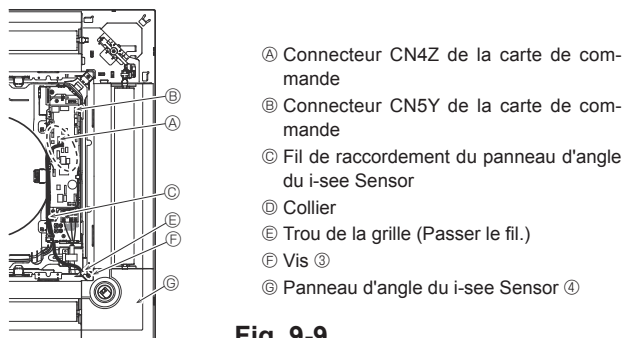
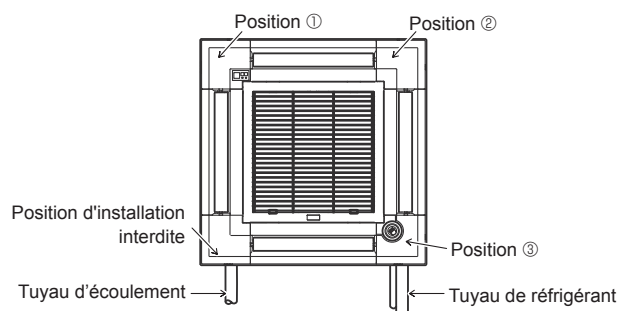

Fig. 9-9
Fig. 9-10
9.4.5. Installation du panneau d'angle du i-see Sensor (Fig. 9-9)
- Acheminez le connecteur du fil de raccordement (blanc à 4 pôles et blanc à 5 pôles) du panneau d'angle du i-see Sensor ④ depuis le côté du boîtier électrique de l'appareil principal et raccordez-le aux connecteurs CN4Z et CN5Y de la carte de commande.
- Le panneau d'angle du i-see Sensor doit être fixé sur la grille ① à l'aide de la vis ③.
- * Si la position du i-see Sensor est passée de la position par défaut (Position ③) à une autre position, changez les réglages de fonction. (Se reporter à la page 10 et à la Fig. 9-10)
- Le panneau d'angle du i-see Sensor ne peut en aucun cas être installé du côté du tuyau d'écoulement de l'appareil principal. (Se reporter à la Fig. 9-10)